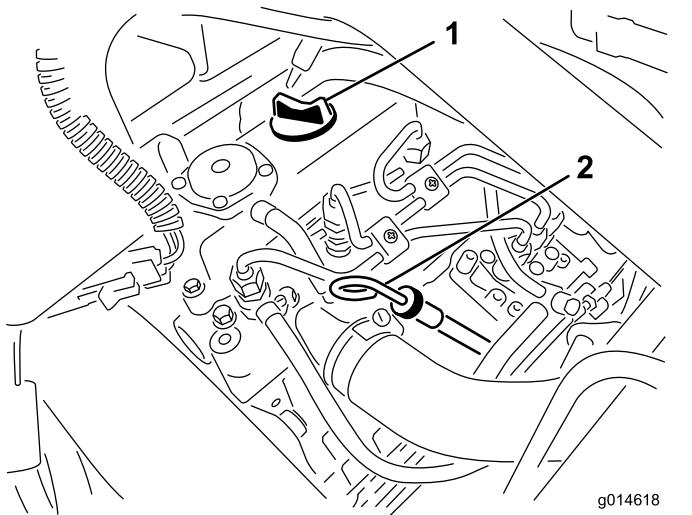

図 28
2. ディップスティックを抜きウェスで一度きれいに拭く(図 28)。ディップスティックを、首の根元までもう一度しっかりと差し込む。首から引き抜いて油量を点検する。油量が足りなければ、バルブカバーについている補給口のキャップを取り、ディップスティックの FULL マークまで ゆっくりと 補給する。補給するときはディップスティックで確認しながら少量ずつ入れる入れすぎないこと。